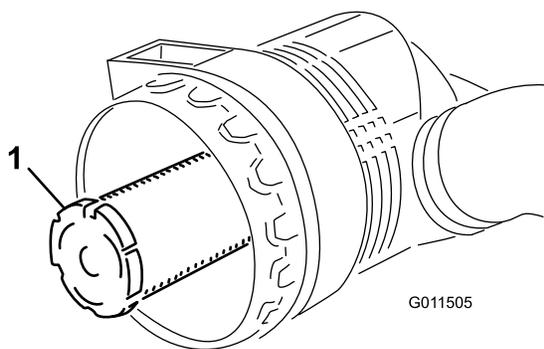

Рисунок 56
**Внимание:** Никогда не пытайтесь очистить контрольный фильтр (Рисунок 56). Замену контрольного фильтра следует производить после каждых трех обслуживаний фильтра грубой очистки.